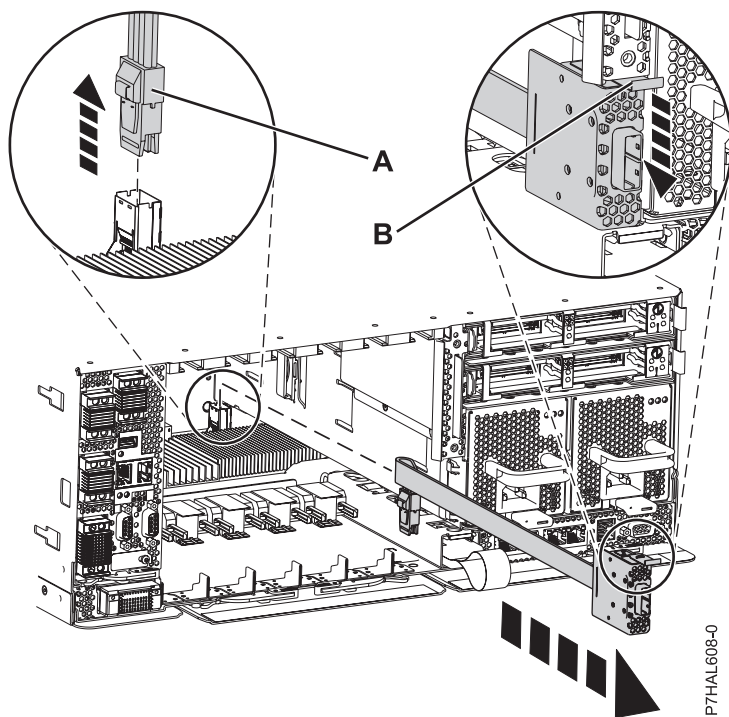

Figura 51. Extracción del cable SAS
4. Presione la pestaña lateral y tire del escudo SAS (**A**) para separarlo del puerto de conexión SAS de la placa del sistema, como se muestra en la Figura 51 en la página 92.